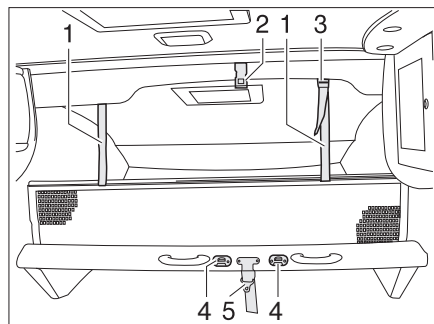

Bild 151 Höjbar säng, manuell
- Säkra den höjbara sängen i taket (Bild 151,2) med säkerhetsremmen (Bild 151,5).
Haka fast: ■ Man fäster stegen med båda byglarna på klämmorna (Bild 151,4) på den höjbara sängen.
Hänga upp: ■ Haka fast fästbanden (Bild 151,1) i hållarna i taket (Bild 151,2).